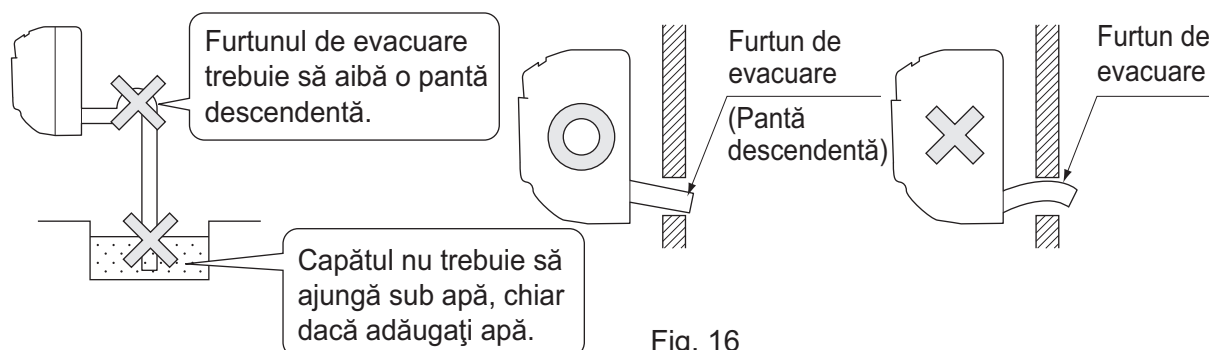

Fig. 16
(1) Instalați tubulatura de evacuare. **(Consultați Fig. 16)**